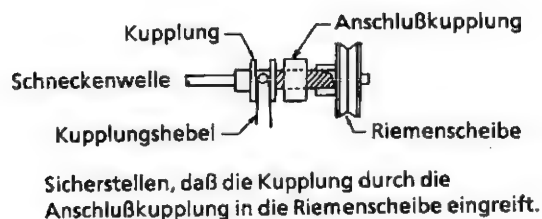

Abbildung 1-15.
3. Zum Abschluß sicherstellen, daß das Verhältnis zwischen Kupplungshebel und Kupplung sowie zwischen Kupplung und Riemenscheibe wie in Abbildung 1-15 übereinstimmt.